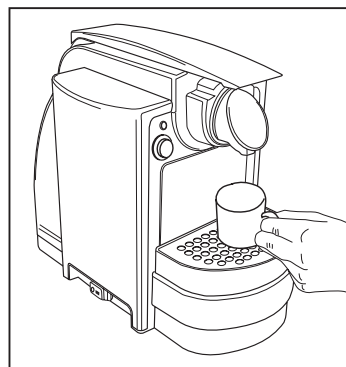

Fig. 5
- Controlar que no hayan cápsulas en el interior y encender la máquina accionando el interruptor principal (9)
- Colocar una gran taza vacía debajo de la apertura de erogación café/té/bebidas. **(Fig. 5)**